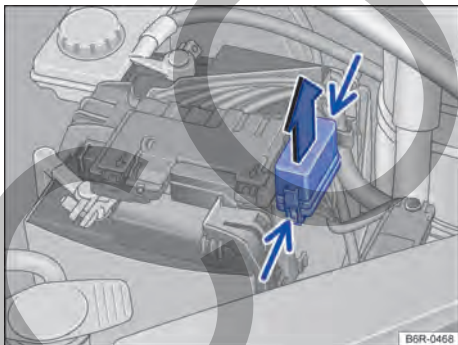

Fig. 111 En el compartimento del motor: cobertura de la caja de fusibles.
- Presionar las trabas en el sentido de la flecha (flecha angosta) para desbloquear la cubierta de la caja de fusibles → **fig. 111**.